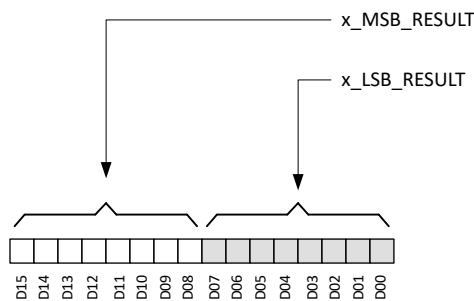

图 7-15. 磁传感器数据定义
X、Y 和 Z 磁传感器数据存储在 `x_MSB_RESULT` 和 `x_LSB_RESULT` 寄存器中。图 7-15 显示了每个传感器输出以 16 位二进制补码格式存储在两个 8 位寄存器中。数据可以结合 MSB 和 LSB 寄存器以 16 位格式检索，也可以通过 MSB 寄存器以 8 位格式检索。
- D_i 是图 7-15 中所示的数据位。